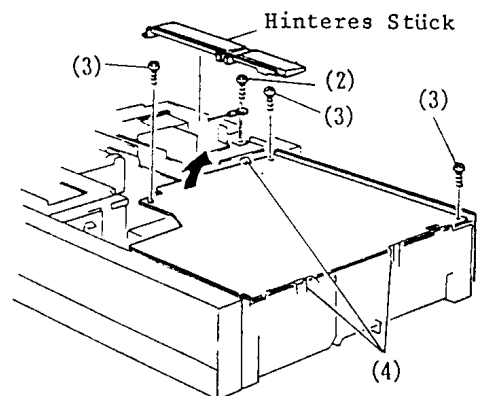

Abb. 4-3 YTJ-Leiterplatte
3. YTJ-Leiterplatte (Abb. 4-3, 4-4)